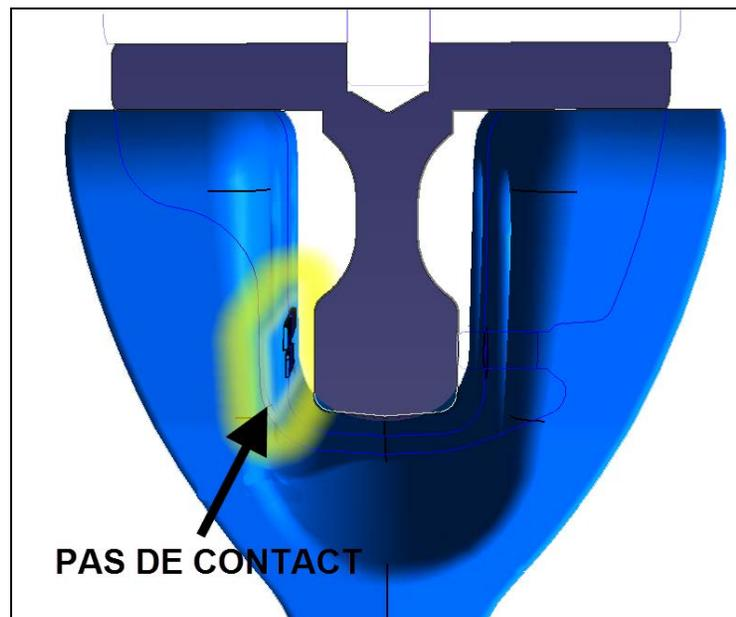

Figure 3
4. En enlevant les accumulations de débris et l'enduit de protection, il ne doit pas y avoir contact dans la zone indiquée par la flèche. (Fig. 3)
4. Déplacer le support pour créer un jeu. (fig. 3) **Garder un bon appui à plat** sur le support sur l'essieu.
Utiliser une lamelle de type « feeller gage » pour s'assurer qu'il y a un jeu partout. (Fig.3)